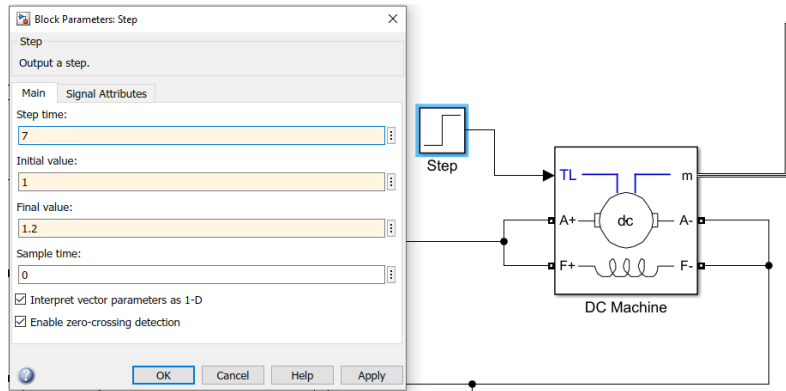

Fig. 82. Valores de simulación para el bloque DC Machine.
4. Cambie el bloque llamado *Constant-Torque* por un bloque *Step* y asigne los valores como se muestra en la **Fig. 82**.